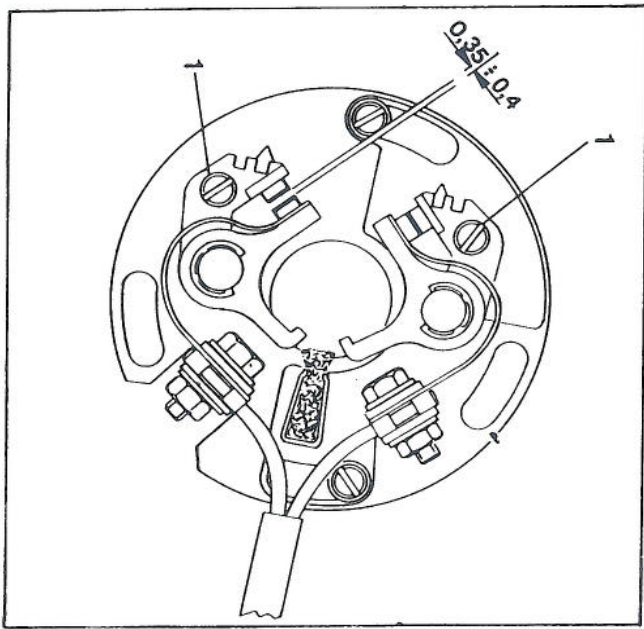

Fig. 4
nées (fig. 4) qui sera de 0,35 ÷ 0,40 mm pour les deux couples.
Messen Sie den Platinkontaktenabstand (beim höchsten Weitepunkt) durch Fühllehre (Abb. 4). Der Abstand muss 0,35 ÷ 0,40 mm. betragen. Sollte eine Einstellung nötig sein, so lösen Sie die Schrauben (1) und entfernen oder nähern Sie die Platinkontakte, bis der richtige Wert erreicht wird.